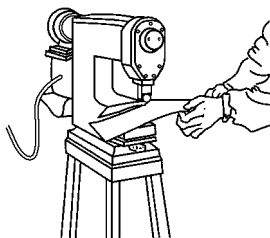

图 8 - 26 振动剪床
(2) 振动剪床 工作部分是由两个剪刀片组成,如图 8 - 26 所示,下剪刀片固定在床身上,上剪刀片固定在滑块刀座上。滑块通过连杆与偏心轴相连,偏心轴由电动机直接带动,其动作经连杆而使上剪刀片紧靠在固定的下剪刀片作快速往复运动。每分钟往复 1500 ~ 2000 次。板料的剪切就是依靠上刀刃的运动而被切断的。上剪刀片与下剪刀片相对倾斜而成 $20^{\circ} \sim 30^{\circ}$ 的夹角。上下剪刀片的重叠部分可根据板料的厚度调整。在剪切时,上下两刀刃之间要保持板料厚度 0.25 倍的空行程。